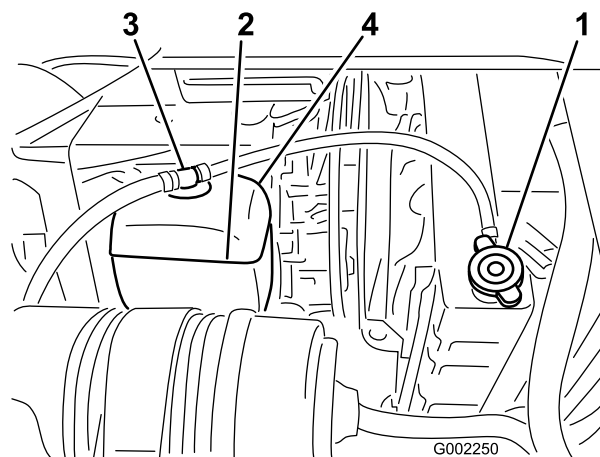

Figura 54
3. Retire cuidadosamente a tampa do radiador e a tampa do depósito de expansão (Figura 54).